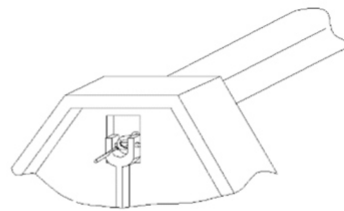

Fig. 4-2
4. Presione la palanca larga hacia arriba y enganche el cojinete de la barra de la romana por encima del pivote de la palanca larga (fig. 4-2).